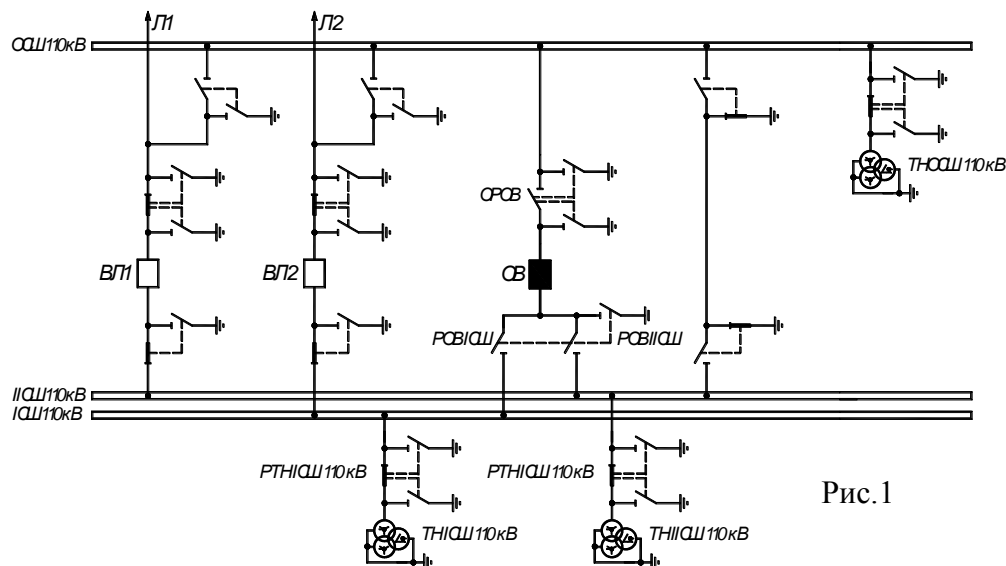

Рис. 1
3. Вывести в ремонт первую систему шин 110 кВ (Рис.1).